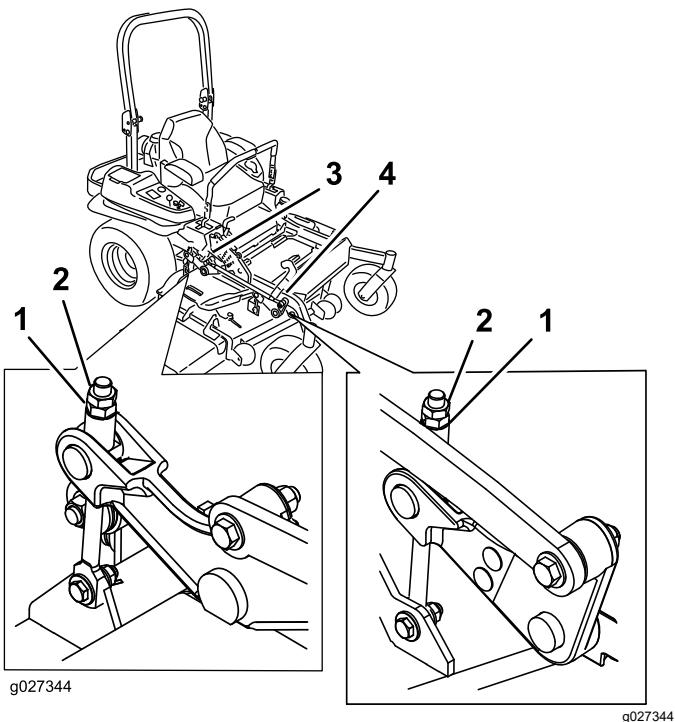

Figura 101
10. Gire la tuerca de ajuste del conjunto de elevación de la carcasa delantera para modificar la altura (Figura 101).
16. Gire el tornillo de ajuste hasta obtener una altura de 8.3 cm (3 $\frac{1}{4}$) (Figura 101).